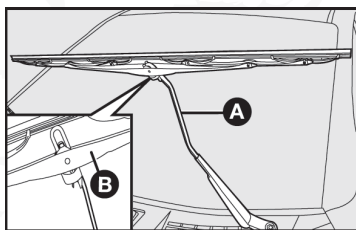

fig. 19
### *Sustitución de los limpiadores del limpiaparabrisas - fig. 19*
- 2) Presione el limpiador B-fig. 19 y empújelo hacia abajo, soltándolo del brazo A.